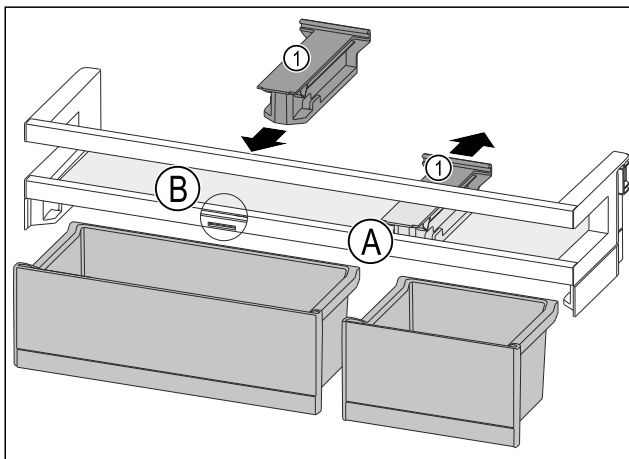

Fig. 89
- ▶ Retirer la pièce de retenue Fig. 89 (1) en position Fig. 89 (A) vers l'arrière.
- ▶ Mettre la pièce de retenue Fig. 89 (1) en position Fig. 89 (B).